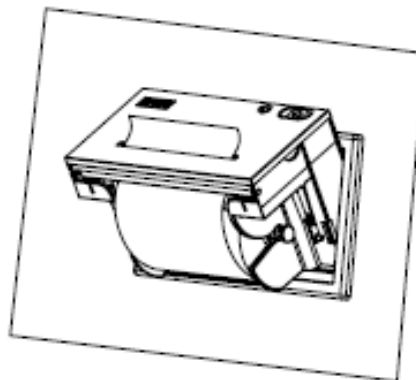

图 2-14
(4) 接通电源，按动走纸键，将纸从进纸口送入，待纸从出纸口出来后，再次按动走纸键停止进纸。如图 2-14 所示：